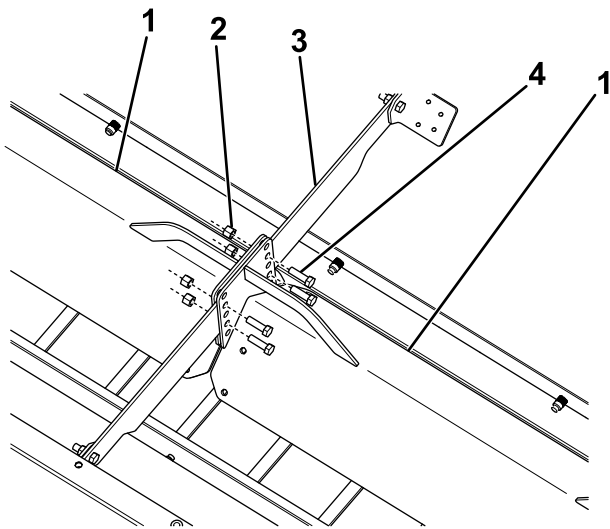

Bild 16
8. Die freien Enden des Ablenklechs ausrichten und mit vier Schrauben ($\frac{3}{8}$ " x $1\frac{1}{4}$ ") und Muttern gegeneinander und am Querträger des Streuers befestigen (**Bild 16**).